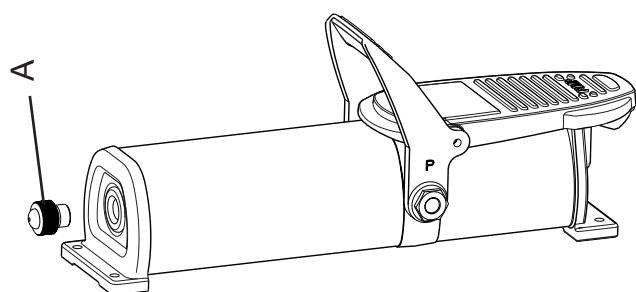

Fig. 6
- Colocar la bomba con el motor de aire hacia abajo (Fig. 6).
- Soltar desenroscando el tapón del llenado de aceite (Fig. 6, pos. A).
- Pôr a bomba com o motor pneumático para baixo (Fig. 6).
- Desapertar e remover o bujão de enchimento do óleo (Fig. 6, pos. A).